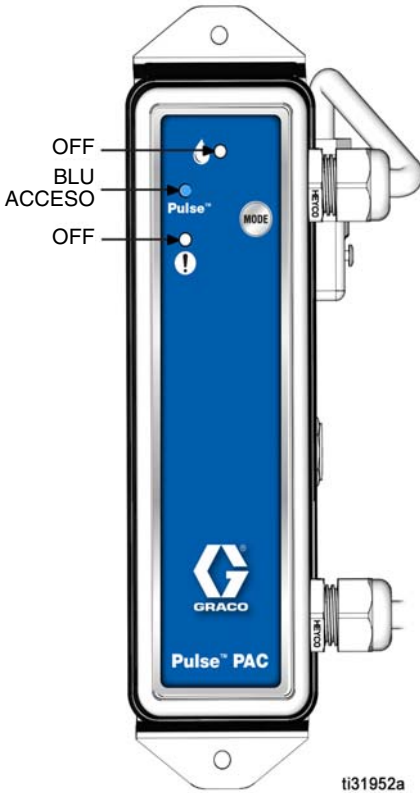
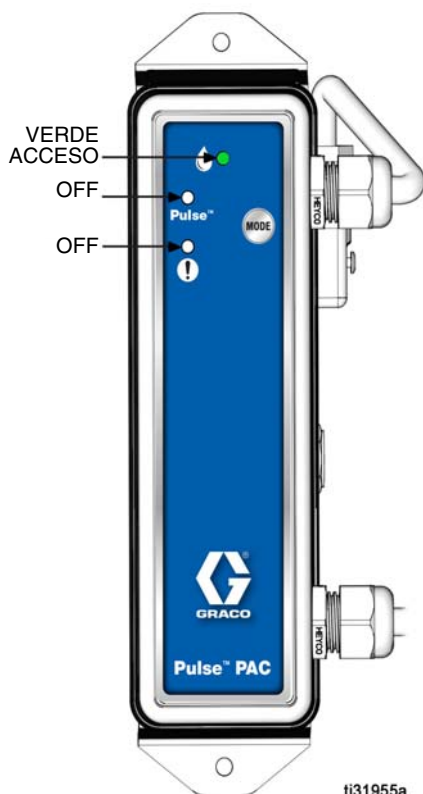
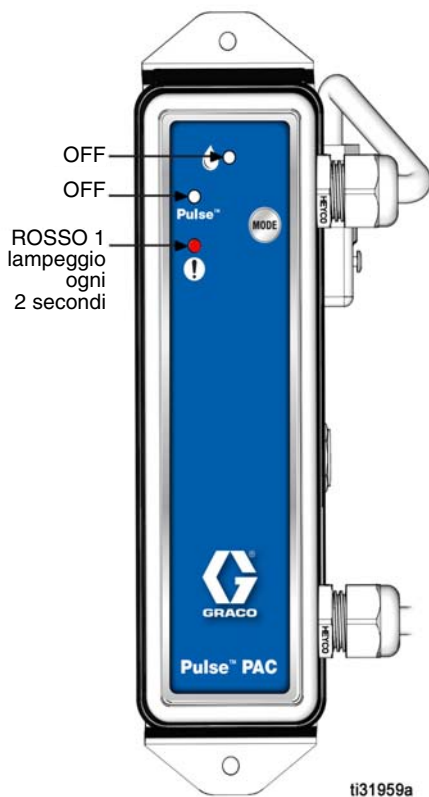

FIG. 16
FIG. 19
FIG. 23
NOTA: Vedere **Modalità Pulse, Nessun errore** (FIG. 16, pagina 12) e **Modalità Work Offline, Nessun errore**, FIG. 19, pagina 13).
- In modalità Pulse (scelta preferita) (FIG. 16), la pompa non funzionerà finché non riceve l'autorizzazione dal software Pulse.
- La modalità Work Offline (FIG. 19), attiva l'erogazione d'aria verso la pompa, per permetterne l'attivazione senza alcuna autorizzazione dal software Pulse.
I LED sul PAC si accendono e/o lampeggiano per segnalare lo stato corrente o un codice di errore presente nel PAC. Consultare FIG. 16 - FIG. 23 per determinare lo stato del PAC.